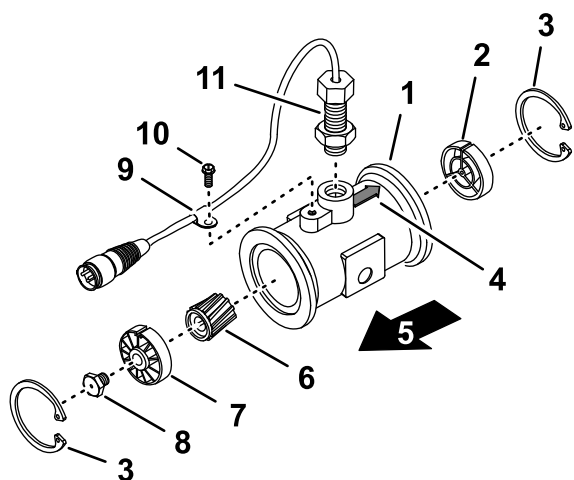

Figure 106
3. Retirez le circlip en amont (Figure 106).